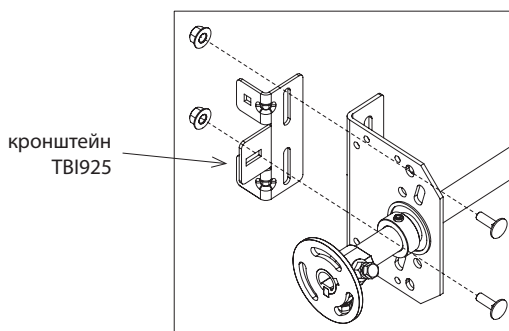

Рис. 26.2
- закрепить кронштейн ТВІ925 болтами М8×25 к промежуточному кронштейну (рис.26.2);